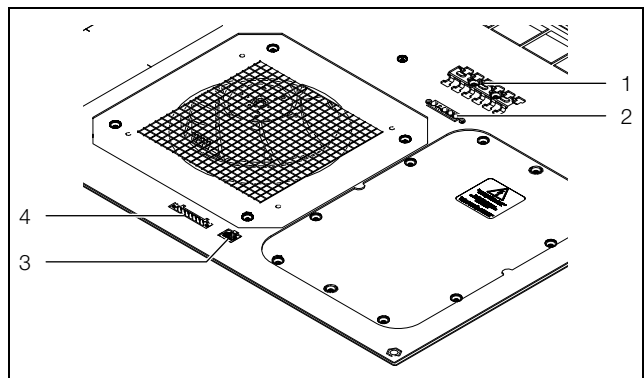

Abb. 13: Anschlüsse auf der Unterseite des Dachaufbau-Kühlgeräts
- Der Kabelschirm kann an der Hammerfuß-schiene (Abb. 13, Pos. 1) kontaktiert werden.